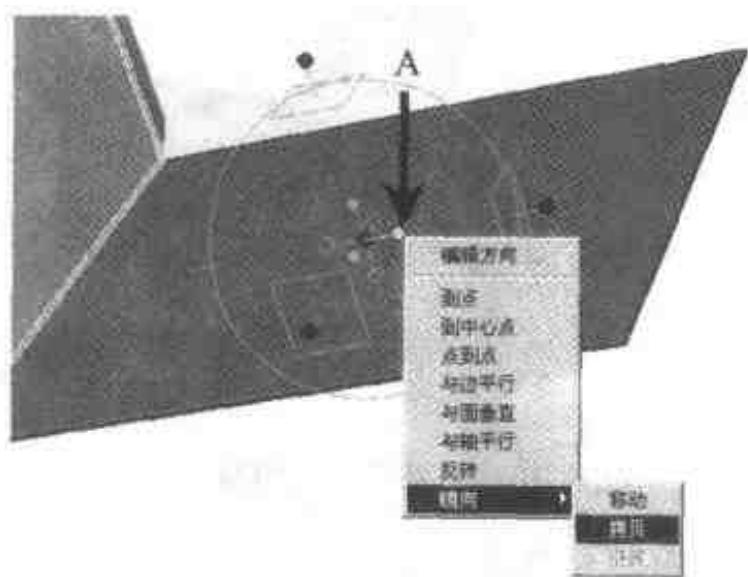

图 4.23 选择【镜向】|【拷贝】命令
- (9) 再次按下空格键使三维球与侧面折弯图素重新结合在一起。
- (10) 右击如图 4.23 所示的定位手柄(A), 选择【镜向】|【拷贝】命令。